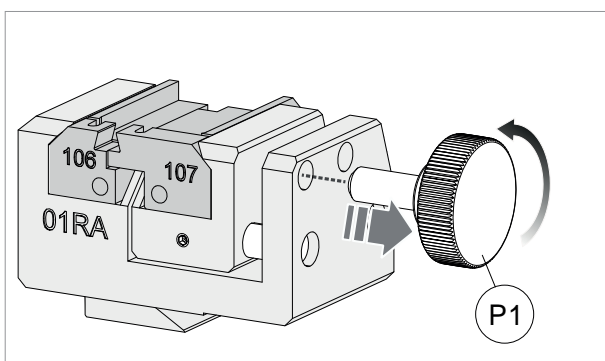

Fig. 44
- 2) Loosen and remove the knob (P1) (Fig. 44).